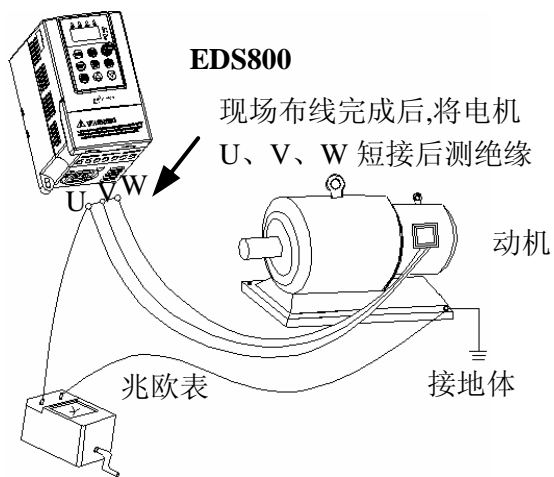

图 1-1 电机绝缘检查示意图
- (1) EDS800 系列变频器为电压型变频器，使用时电机的温升、噪声和振动与工频运行相比较略有增加，属正常现象。
- (2) 如果需要以低速恒转矩长期运行，必须选用变频电机。若使用一般的异步交流电机低速运行时，应监控电机温度或采取强制散热措施，以防烧毁电机。
- (3) 减速机及齿轮等需要润滑的机械装置在长期低速运行时，可能由于润滑效果变差造成损坏，请事先采取必要措施。
- (4) 若超过电机额定频率运行时，除了考虑电机的振动、噪音增大外，还必须确保电机轴承及机械装置的使用速度范围，请务必事先确认。
- (5) 对于提升设备和大惯性之类的负载，变频器常会因产生过流或过压故障而跳闸，为保证正常工作，应考虑选配适当的制动组件。
- (6) 应通过端子或其它正常的命令通道对变频器进行起停控制。严禁在变频器输入侧使用接触器等强电开关直接频繁起停操作，否则会造成设备损坏。
- (7) 如果需要在变频器输出和电机之间安装接触器等开关器件，请确保变频器在无输出时进行通断操作，否则可能会损坏变频器。
- (8) 变频器在一定的输出频率范围内，可能会遇到负载装置的机械共振点，可设置跳跃频率来避开。
- (9) 使用前，应确认电源电压在允许的工作电压范围之内，否则应做变压处理或订购特种变频器。
- (10) 在海拔高度超过 1000 米的条件下，变频器应降额使用，每增加 1500 米高度输出电流约降低额定电流的 10%。
- (11) 电机在首次使用或长时间放置后再使用之前，应做电机绝缘检查。请使用 500V 电压型兆欧表按图 1-1 所示进行检查，绝缘电阻不得小于 5 M $\Omega$ ，否则有损坏变频器的可能。